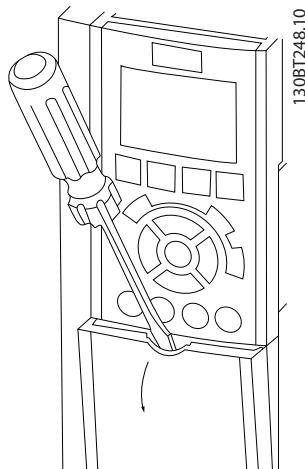
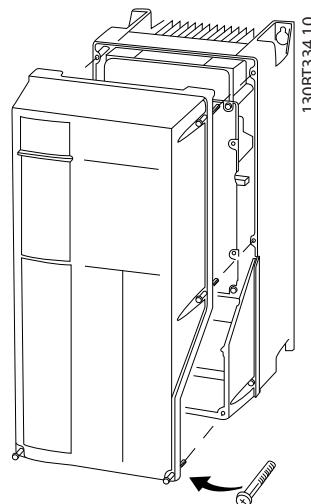

図 4.3 IP20 および IP21 エンクロージャーの配線アクセス
図 4.4 IP55 および IP66 エンクロージャーの配線アクセス
- スクリュ・ドライバーで(図 4.3を参照)、または取り付けネジをゆるめて(図 4.4を参照)、カバーを取り外します。